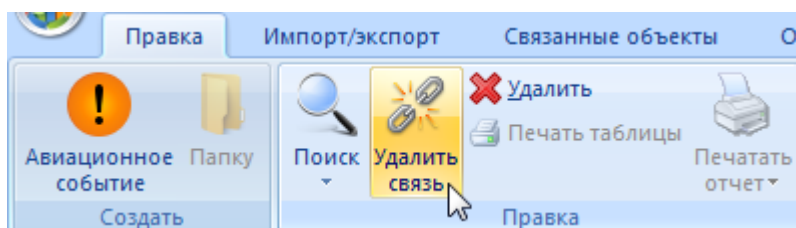

Рис. 13-403. Кнопка «Удалить связь» панели «Правка»
3) Нажать кнопку «Удалить связь» панели «Правка» (рис. 13-403).